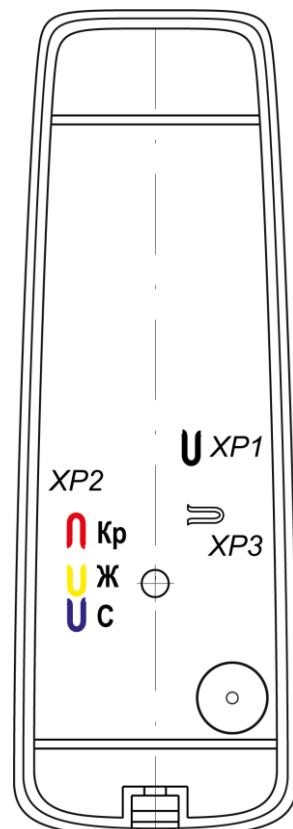

Рисунок 3. Расположение трех перемычек «Конфигурация» (XP2), перемычек «Отключение концевого резистора» (XP1) и «Тип выходного интерфейса» (XP3)
Номер считывателя от 1 до 8 задается с помощью конфигурационных перемычек **XP2** (см. рис. 3). Соответствие номера считывателя положению перемычек указано в таблице 1.
Для изменения формата выходных данных интерфейса *Wiegand* необходимо при монтаже считывателя перекусить кусачками соответствующие перемычки-проводом **XP2** (см. рис. 3), расположенные на тыльной стороне корпуса считывателя под металлическим основанием. Изменение формата выходных данных интерфейса *Wiegand* производится перекусыванием перемычек в соответствии с Таблицей 4.
Считывание кода подтверждается считывателем кратковременным миганием индикатора желтым цветом, сопровожданное кратковременным звуковым сигналом. Для включения варианта управления «*double-line*» необходимо при монтаже считывателя перекусить кусачками перемычку-провод красного цвета «*single-double*» XP2 (см. рис. 3), расположенную на тыльной стороне корпуса считывателя под металлическим основанием.
5. При помощи трех перемычек **XP2** (см. рис. 3):
6. При работе с интерфейсом *RS-485* учтите, что с целью предотвращения искажений сигнала на концах линии связи *RS-485* должны быть установлены концевые резисторы. В считывателе **PERCo-IR13** такой резистор предусмотрен конструктивно. Если устанавливаемый считыватель не является конечным устройством на линии связи, то на нем необходимо отключить концевой резистор, для чего перекусите перемычку **XP1** (черного цвета, см. рис. 3). Проверьте наличие концевых резисторов на реальных концах линии связи интерфейса *RS-485*.